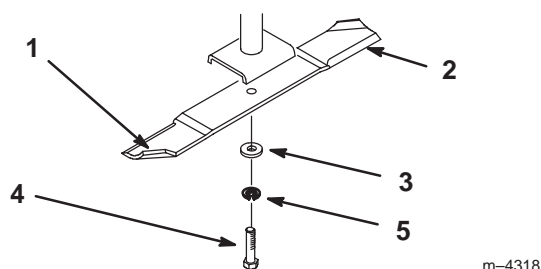
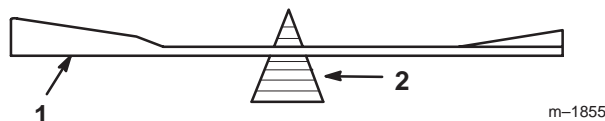

Figure 27
Figure 29
Tenez la lame à son extrémité avec un chiffon ou un gant épais. Retirez l'écrou de lame, la rondelle plate, la rondelle Grower et la lame de l'axe (Fig. 27).
2. Vérifiez l'équilibre de la lame en la plaçant sur un équilibreur (Fig. 29). Si la lame reste horizontale, elle est équilibrée et peut être utilisée. Si la lame est déséquilibrée, limez un peu l'extrémité de la partie incurvée seulement (Fig. 27). Répétez la procédure jusqu'à ce que la lame soit équilibrée.
1. Placez la lame sur l'axe (Fig. 27).
2. Installez la rondelle plate, la rondelle-frein et le boulon de lame (Fig. 27). Serrez le boulon à 115–150 Nm (85–110 pieds-livre).